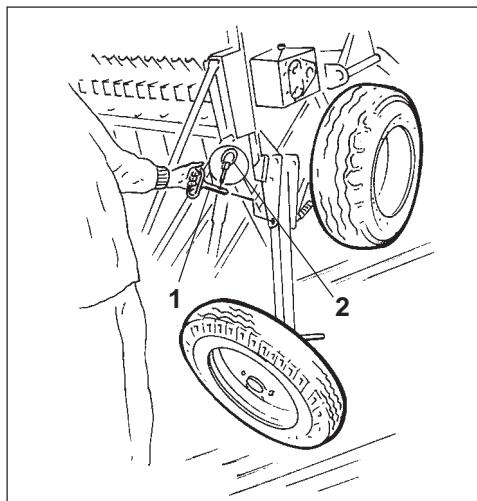

Рис. 19.12
- Закрепите "левое" транспортное колесо пальцем (Рис. 19.12/1) и зафиксируйте откидным шплинтом (Рис. 19.12/2).